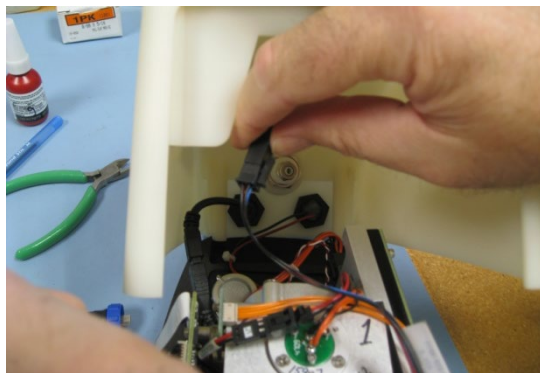

Figure 26 Désengagement du faisceau d'alimentation.
- 3 Retirez le faisceau d'alimentation de l'instrument. Le faisceau d'alimentation est identifiable par son connecteur à 4 broches et les câbles bleu, noir et rouge (voir Figure 26).